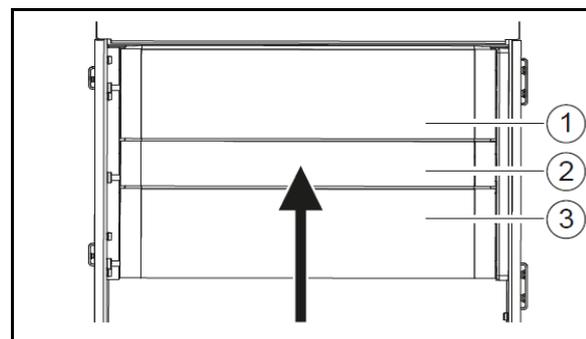

Fig. 189
1. Umluftgitter (Fig. 189/1) ausbauen.